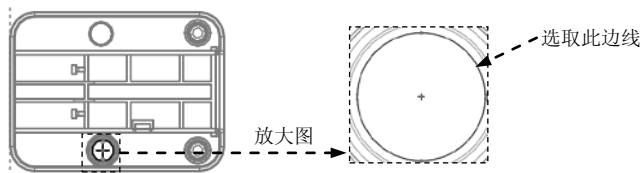

图 20.17 截面草图
(3) 创建截面草图。进入草绘环境后, 选择坯料的边线为参考, 用“使用边”的命令选取图 20.17 所示的边线。完成特征截面后, 单击“草绘”操控板中的“确定”按钮.
(4) 在操控板中单击“完成”按钮, 完成曲面特征的创建。